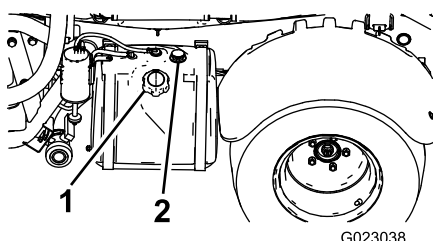

Рисунок 12
2. Очистите поверхности вокруг крышки топливного бака (**Рисунок 12**).